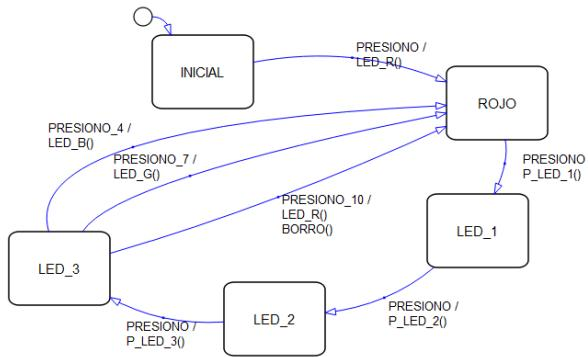

Figura 29: Diagrama de estados de ejemplo N°2
- **Paso 2.2:** La Figura 29 especifica el diagrama de estados del ejemplo: